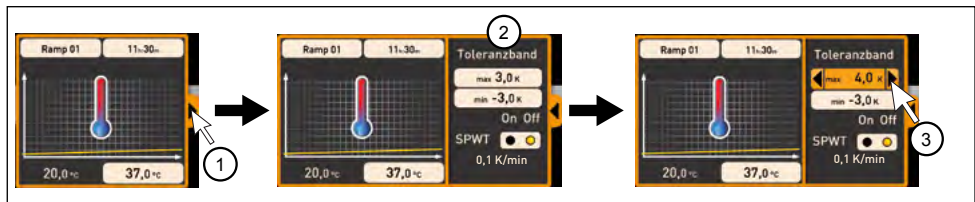

Abb. 8 Weitere Einstellmöglichkeiten klappen auf nach Klicken auf das Pfeilsymbol am rechten Rand (1)
Die Hauptparameter haben zusätzliche Einstellmöglichkeiten, die durch Anklicken des Ausklappsymbols angezeigt werden können (Abb. 8, Nr. 1). Auch hier sind die einstellbaren Werte – im Beispiel unten das Toleranzband und die Sollwertabhängigkeit (SPWT) – hinterlegt (2) und können durch bzw. nach Anklicken eingestellt werden (3).